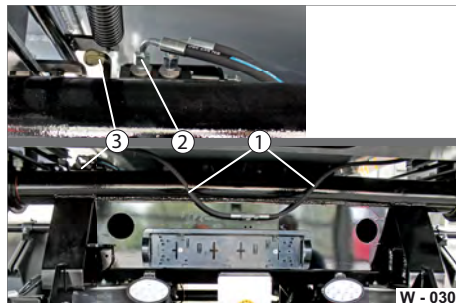

Abb. 37 Hydraulik-Bauteile am Fahrgestell
- ▶ Prüfen Sie die Schläuche (Abb. 37/1) und Anschlüsse (Abb. 37/2) unten am Fahrgestell auf Rissbildungen, Ölaustritt.
- ▶ Prüfen Sie die Funktion des Abschalt-Ventils (Abb. 37/3).